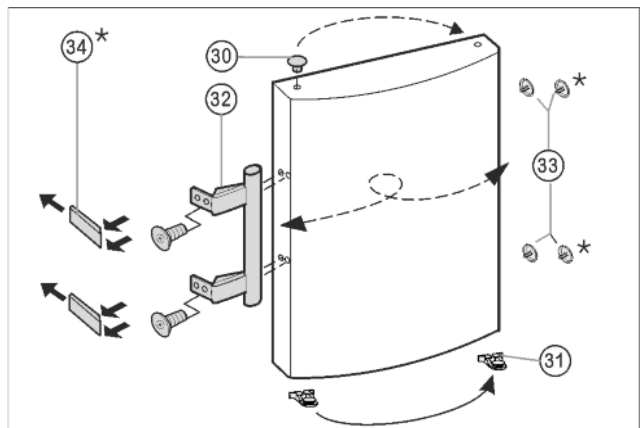

Fig. 9
- ▶ Estrarre il tappo Fig. 9 (30) dall'alloggiamento del supporto della porta e spostare.
- ▶ Smontare la maniglia della porta, i Fig. 9 (32), tappi Fig. 9 (33) e le piastre di spinta* Fig. 9 (34) e spostare sul lato opposto.